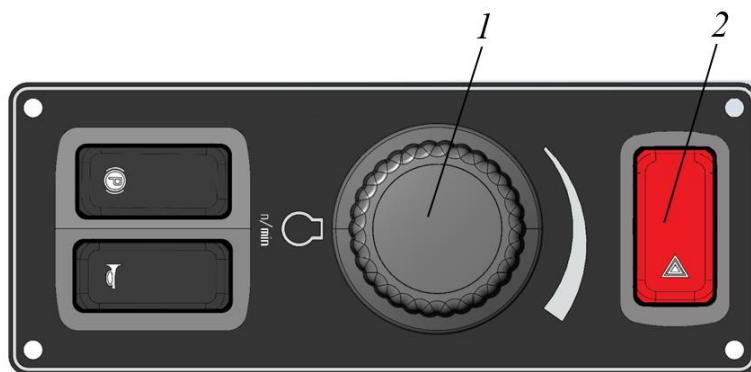

Рисунок 3.34. Панель управления левой тумбы
- Нажать клавишу безопасности (аварийный выключатель) поз 2 рис. 3.34.